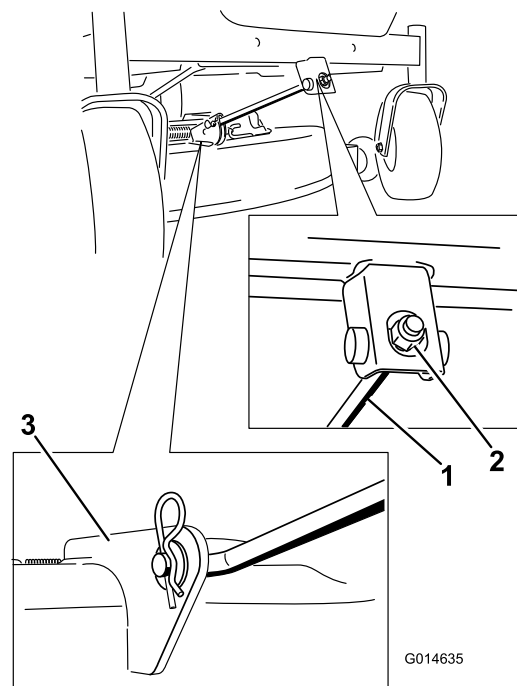

Figure 58
4. Retirez la goupille fendue de la tige de support avant et déposez la tige du support de plateau (Figure 58). Abaissez doucement l'avant du plateau de coupe au sol.
6. Fixez la tige de support avant au plateau de coupe à l'aide de l'axe de chape et de la goupille fendue (Figure 58).